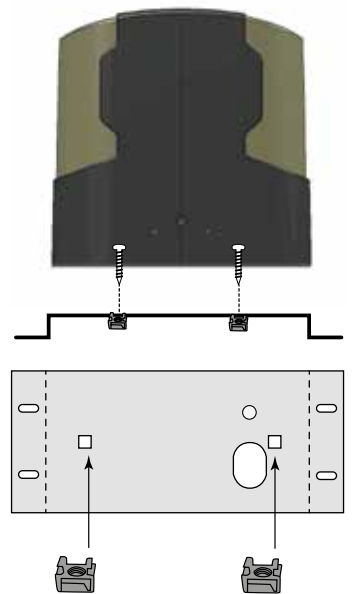

Figure 1
- a) - Installer les 2 écrous cache sur la platine. **(Figure 1)**
Les crémaillères fournies, en matériau thermo-plastique avec insert acier, sont adaptées pour des portails d'un poids maximal de 500Kg. Elles se montent aisément sur le portail, par simple vissage. Nous vous fournissons des vis autoforeuses. Si votre portail, par sa construction, n'autorise pas le montage direct des crémaillères, vous devrez y créer une nouvelle base d'appui. **(Figure 1)**
(Figure 1)